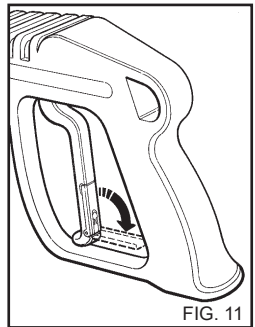

FIG. 11
- Cuando no utilice la hidrolimpiadora, cierre el dispositivo de seguridad de la empuñadura (fig. 11).